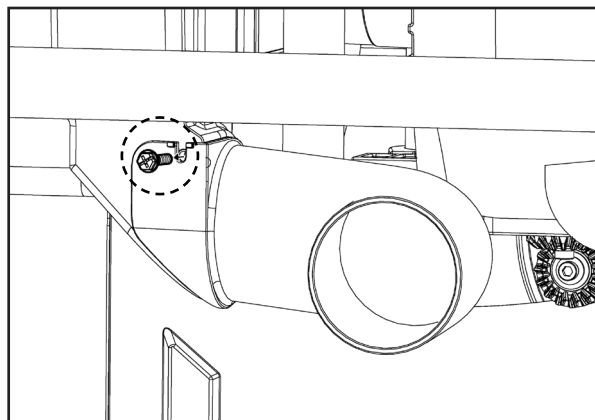

Figure 61
1. Retirez la vis hexagonale au dos du capteur de poussière à l'aide de la clé Allen (en forme de L) de 3/16 pouce . Voir Figure 61.